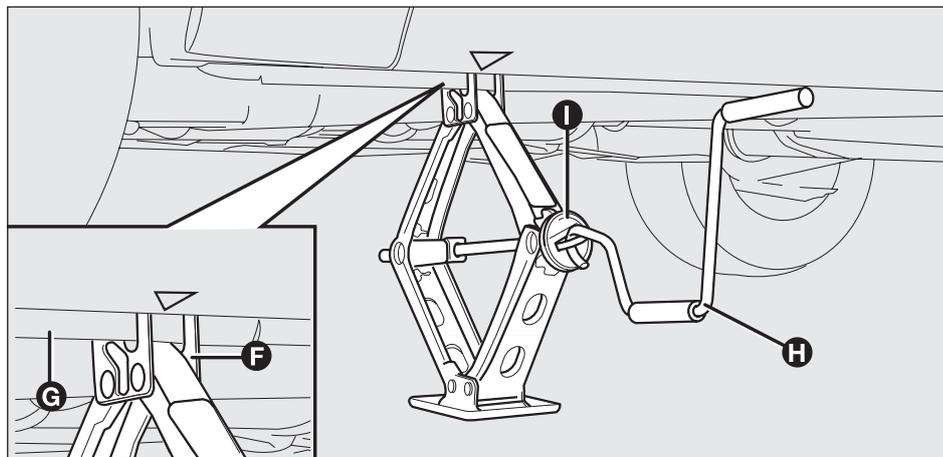

fig. 124
- ❑ asegúrese de que la ranura F-fig. 124 del gato calce bien en la aleta G del larguero;